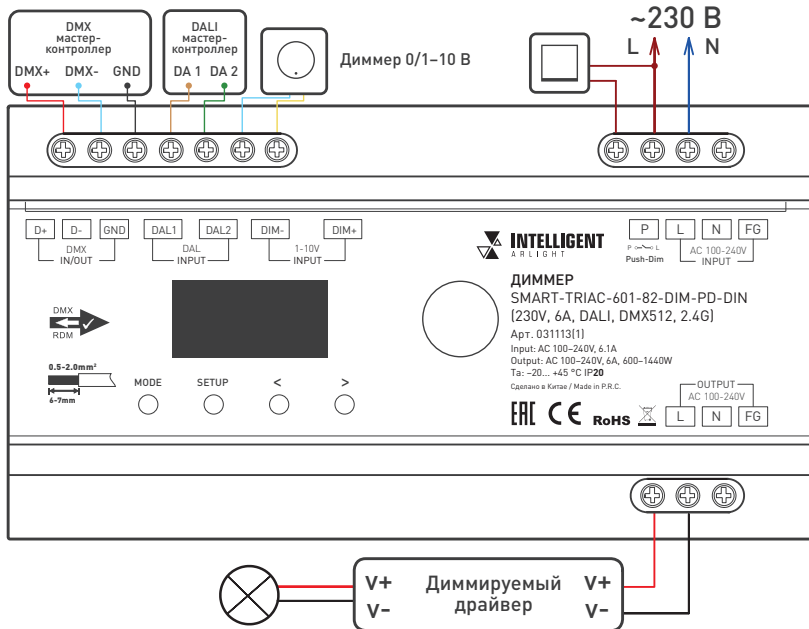

Рис. 2. Схема подключения диммера
- 3.2. Подключите диммер в соответствии со схемой на рис. 2.